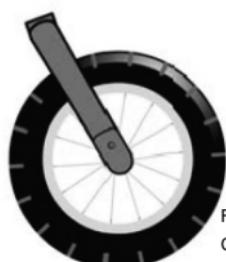

Figura 4
4. Collocare la copertura e serrare saldamente la vite a croce. (Figura 4)